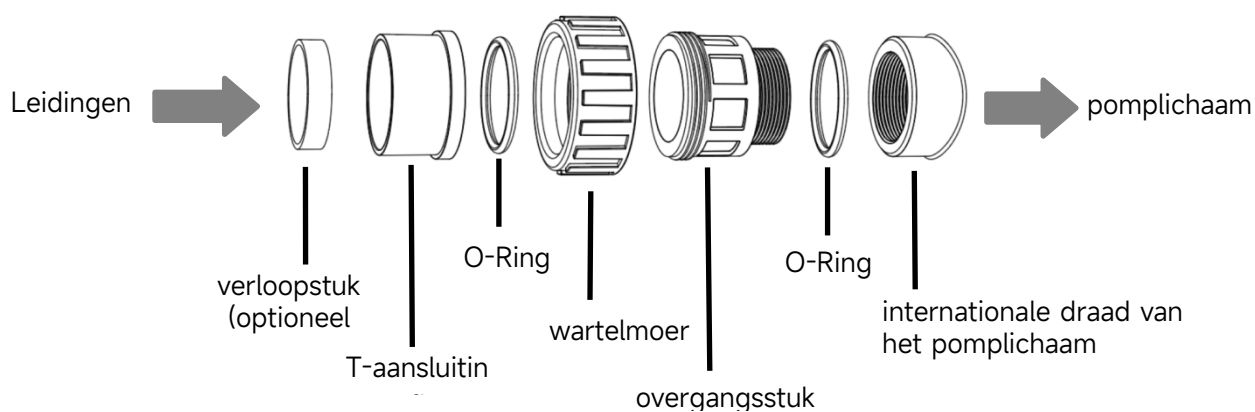

Figure 3 - UNIE KIT
3) Gebruik de UNIE KIT die door de fabrikant van de pomp wordt geleverd (zie Figure 3). Gebruik geen andere fittingen om de inlaat/uitlaat van de pomp aan te sluiten, omdat de fittingen anders het pomphuis kunnen beschadigen.